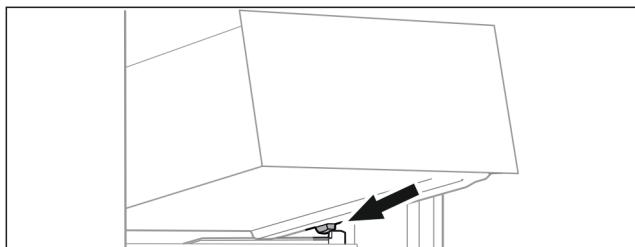

Fig. 121
- Поставете чекмеджето под ъгъл зад ограничителите върху реброто на съда. (виж Fig. 121)